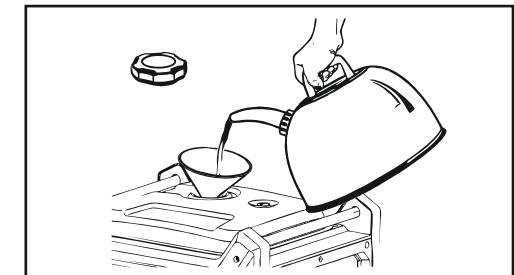

Рисунок 28 – Уровень топлива
- Постепенно заливайте бензин в горловину бака. **Будьте осторожны, не переполняйте бак!** (Рис. 28)